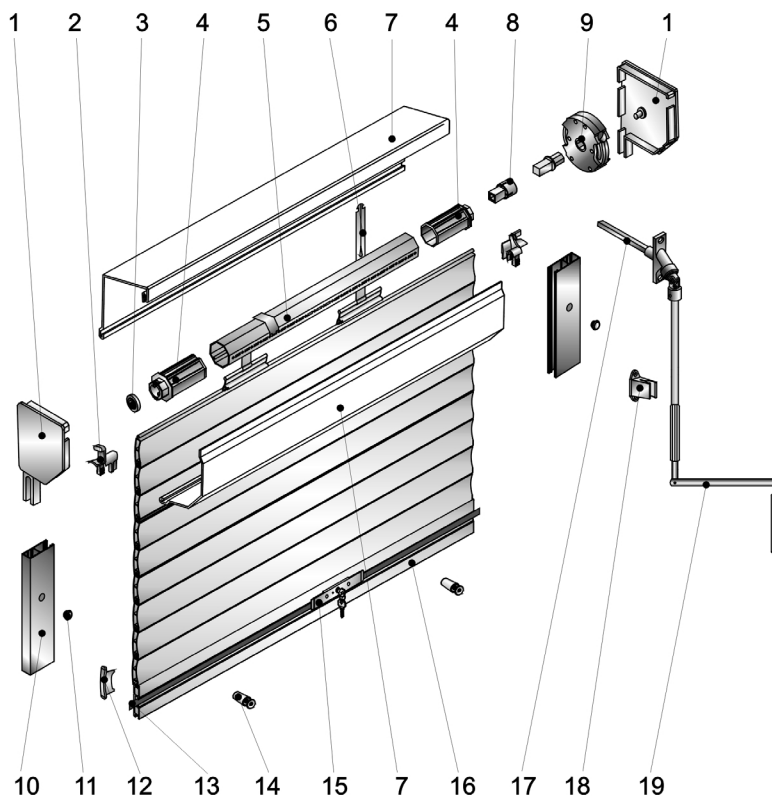

Рис. 2 Комплектация защитных роллет с воротковым приводом:
1.3.5 Устройство и порядок работы роллеты, оснащенной воротковым приводом (см. рис.2):